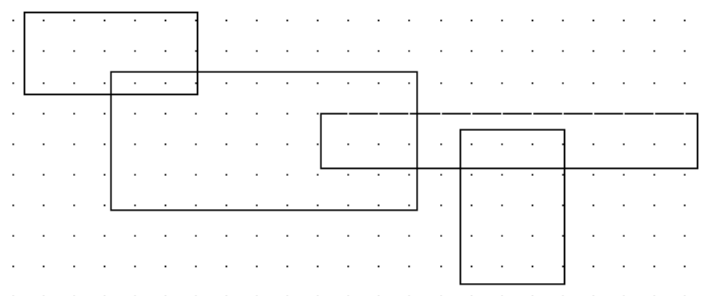

Рис. 25
- Вторым щелчком ЛКМ задайте второй угол прямоугольника (рис. 25).